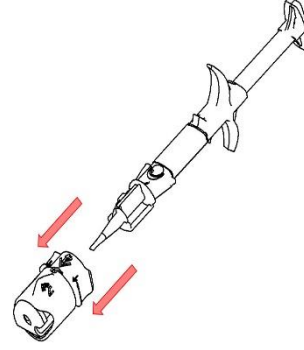

Fig. 3
6. Adaptörü döndürülebilir halkayla birlikte şekilde '4' ile (Fig 3) belirtilen biçimde çekerek çıkarın ve atın.